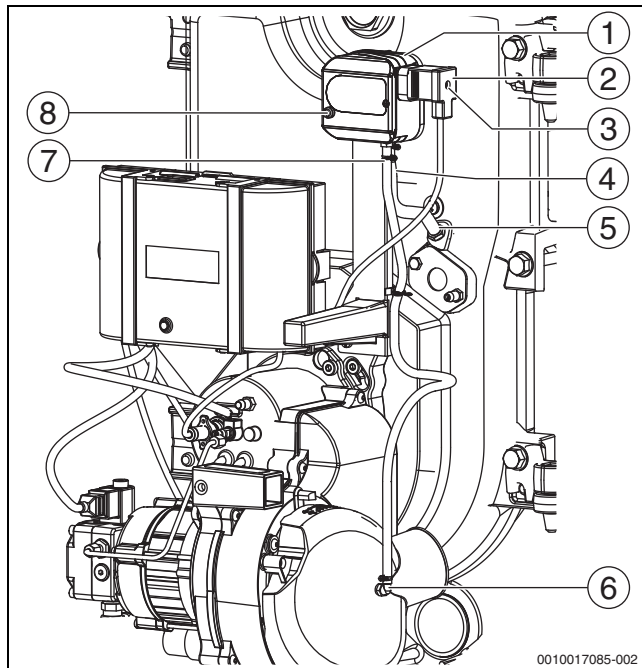

Рис. 34 Горелка с реле давления
- ▶ Ослабьте фиксирующий винт [3] на штекере [2] реле давления [1] и выньте штекер (→ рис. 34).
- ▶ В случае замены деталей при ремонте необходимо соблюдать правильное подключение измерительных линий согласно рис. 34!